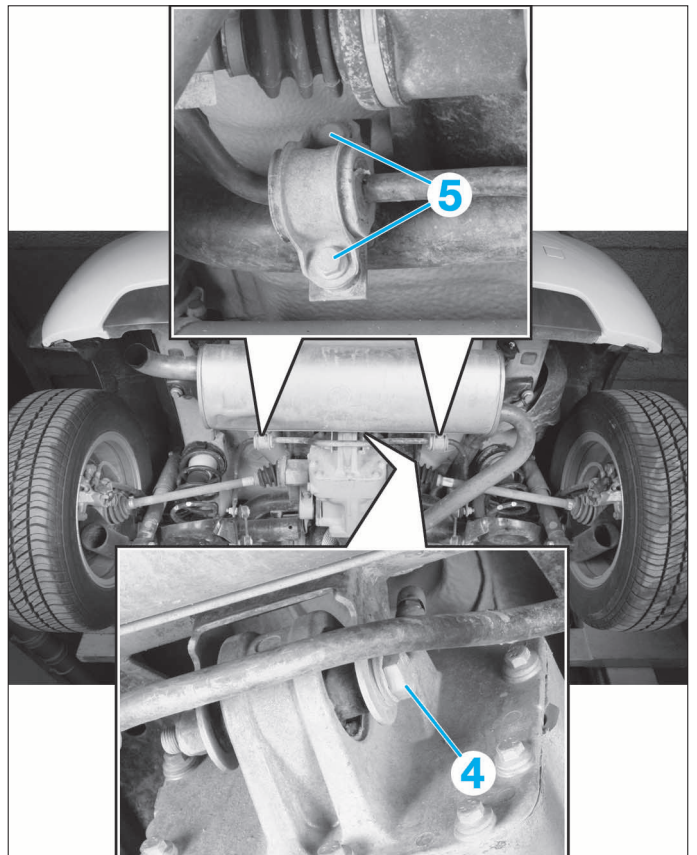

FIG. 24
- Déposer la vis de fixation (4) du support AR de différentiel, puis les vis de fixation (5) de la barre stabilisatrice (Fig.24).